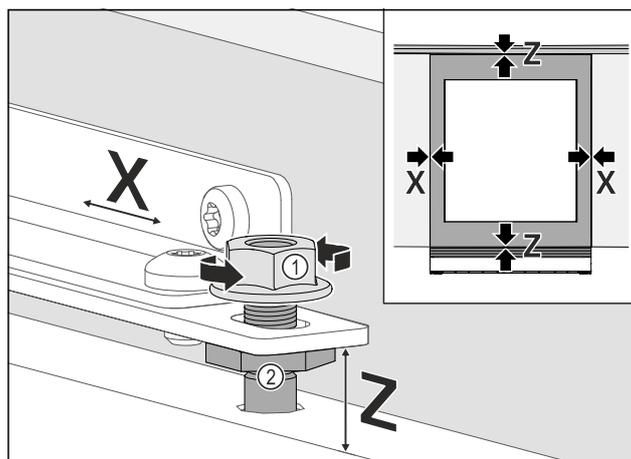

Fig. 94
- Alinee el frente lateralmente: Afloje la contratuerca Fig. 94 (1), mueva el frente en dirección X.
- Apriete las contratuercas Fig. 94 (1).
- Alinee el frente en la altura Z y en la inclinación lateral: Ajuste el perno de ajuste Fig. 94 (2).